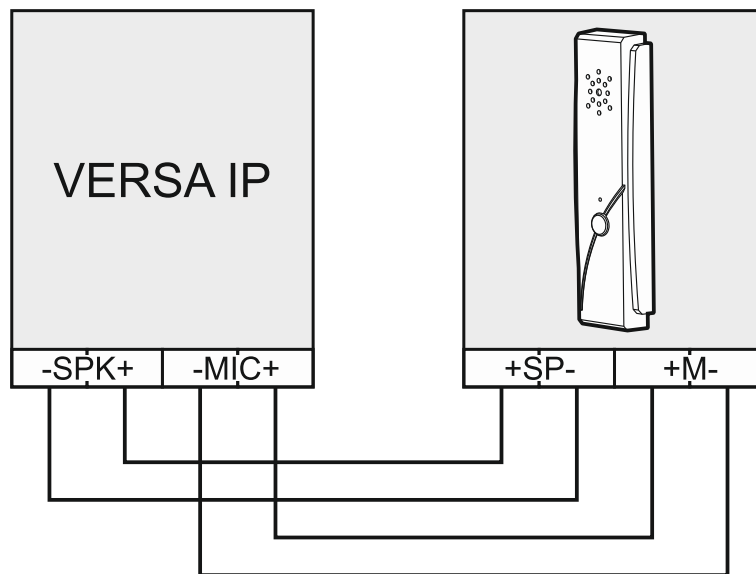

Fig. 21. Aansluiten van de INT-AVT module op het alarmsysteem.
7. Sluit de INT-AVT terminal aan op de corresponderende aansluitingen van het alarmsysteem (zie Fig. 21).